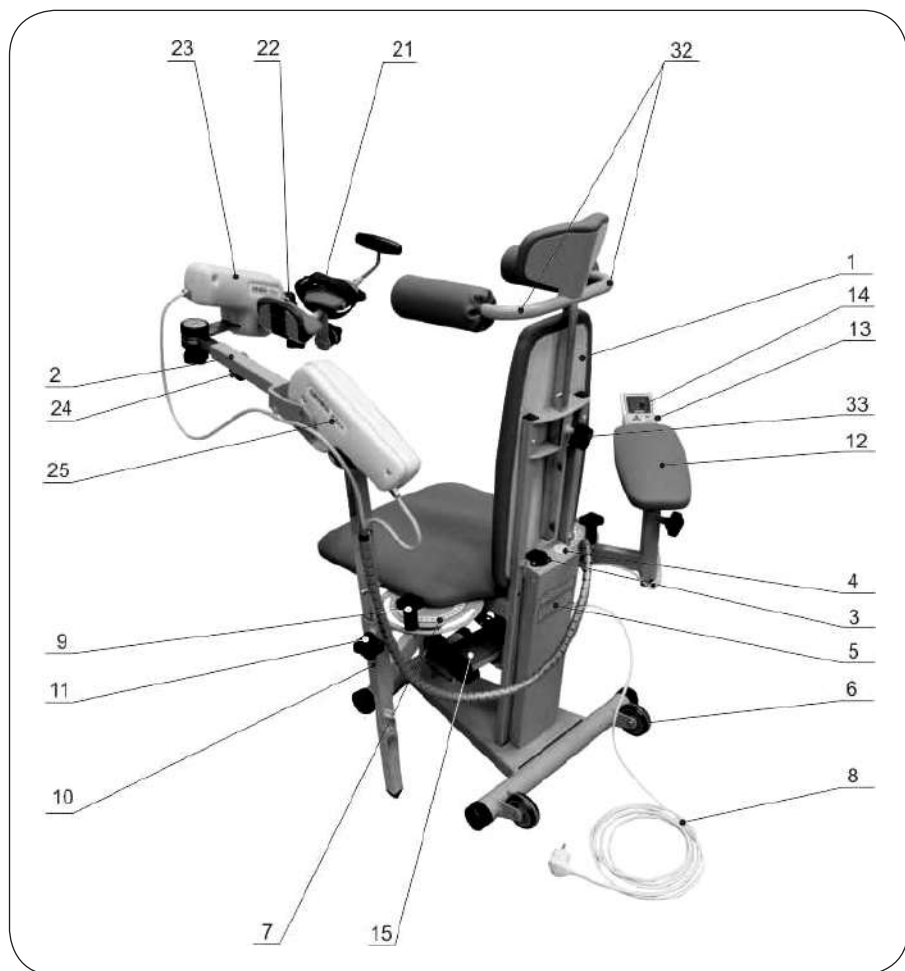
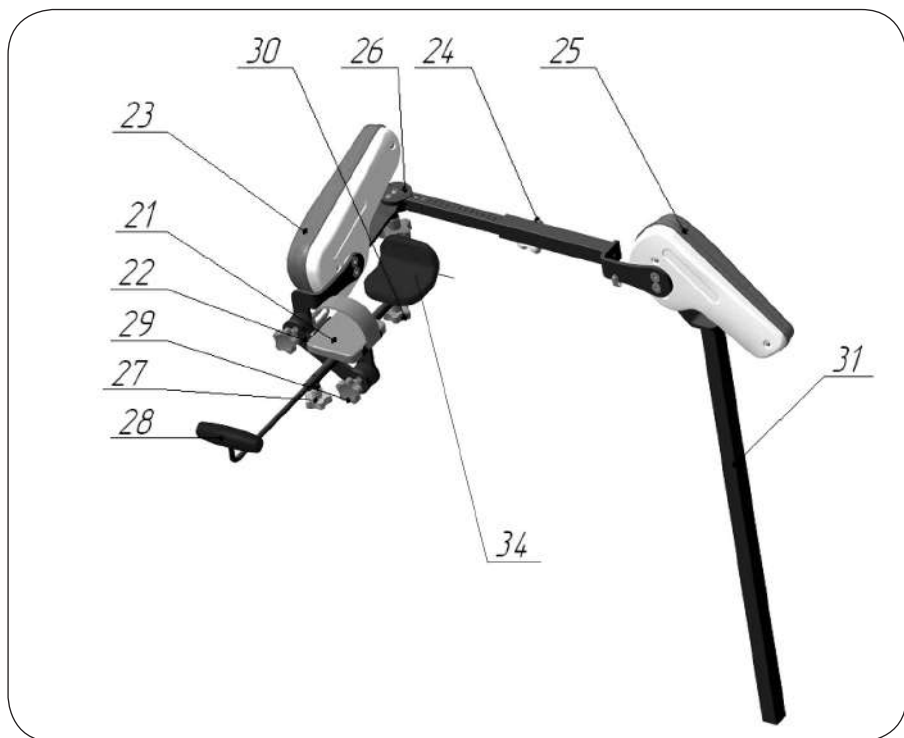

Рисунок 4.1 – Основные функциональные элементы Apparata
Рисунок 4.2 – Основные функциональные элементы исполнительного механизма
4.2. Основные функциональные элементы Аппарата (см. рис. 4.1, рис. 4.2):